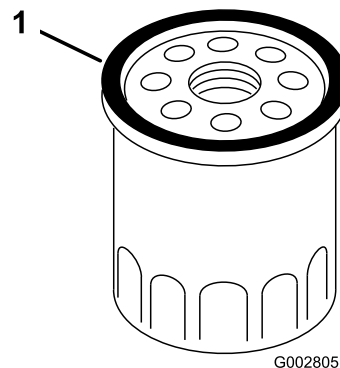

Рисунок 31
7. Нанесите пальцем на прокладку нового фильтра слой чистого моторного масла (Рисунок 31).